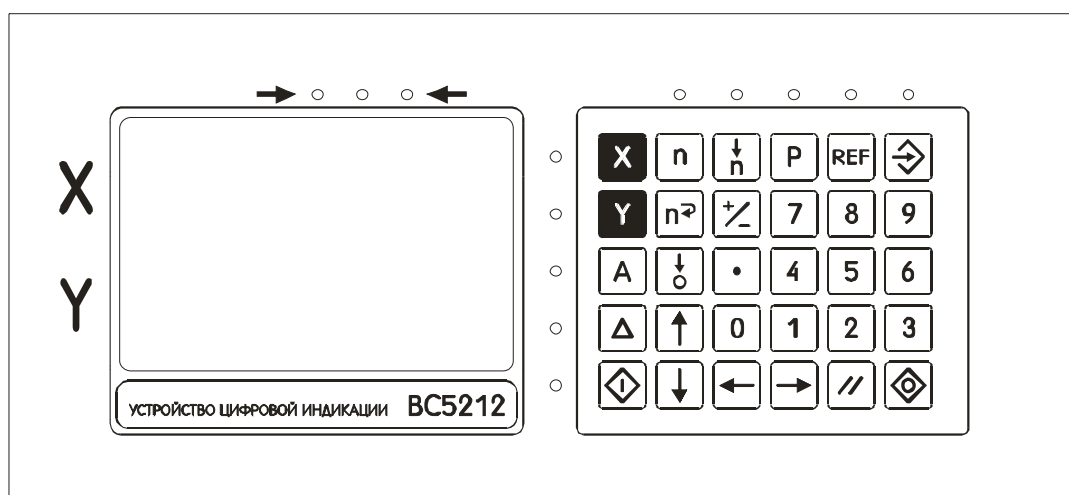

Рис.3.3
3.2. На лицевой панели УЦИ (см.рис.3.3) расположены: два индикаторных табло (в дальнейшем - ИТ) текущего значения отсчета и оперативной информации состояния УЦИ по осям координат X и Y;